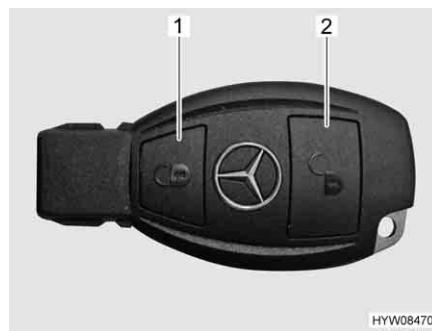

Fig. 39 Telecomando (chiusura centralizzata)
- Premere una volta brevemente il tasto (Fig. 39,2). Le serrature sono sbloccate. Il bottone di sicurezza scatta automaticamente all'infuori.
- Premere una volta brevemente il tasto  (Fig. 39,1). Le serrature sono bloccate. Il blocco delle serrature viene segnalato tramite gli indicatori di direzione del veicolo.